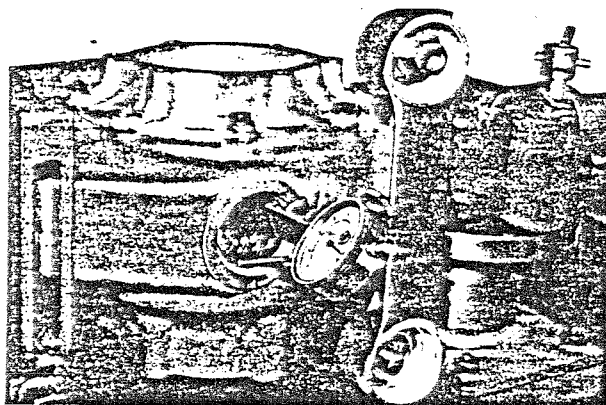

Abb. 22
12. Nutmutter auf der Teilerradseite einschrauben, bis das Flankenspiel an der markierten Stelle 0,12 mm beträgt. Werkzeug, Feinmessuhr mit Halter WK 144. (Abb. 22)